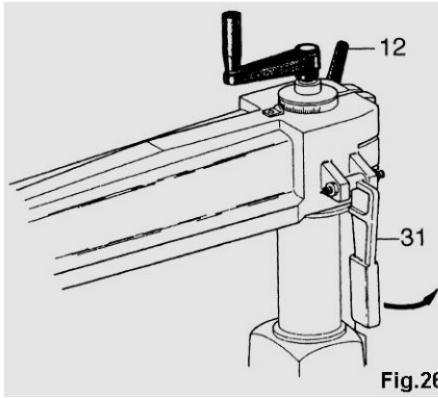

Fig.26
Para girar el brazo porta cabeza en el soporte de columna véase la fig. 26 en la cual figuran la palanca de cuña autocentradora (31) a levantar y la jacquard (12) a aflojar y apretar. Levantar y bajar la palanca sólo con la jacquard aflojada, aprovechando así de su función autocentradora.